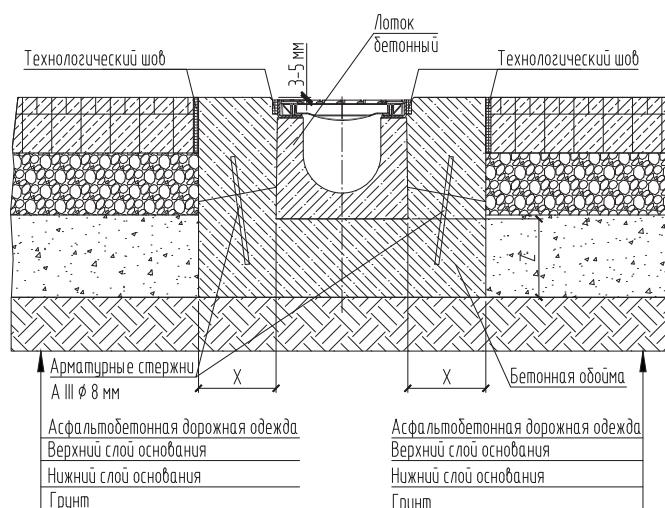

Рис. 13 - Пример обоймы бетонного лотка для класса нагрузки от D400 до Е600 с прилегающим покрытием «асфальтобетонной дорожной одежды».
- для зон с повышенной нагрузкой классов от D400 до E600 лоток бетонируется на всю высоту с учетом усиленной планки, в основание обоймы вставляются фиксирующие стержни длиной 300 мм с шагом 0,5м с каждой стороны лотка, в качестве стержней рекомендуется применение арматуры А III, не менее Ø8 мм, см. рис. 13.